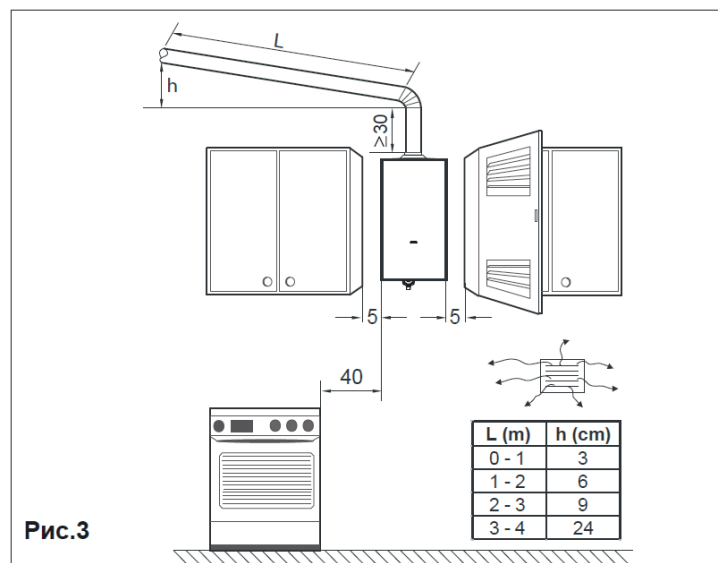

Рис.3
- Для доступа к водонагревателю оставить вокруг него свободное пространство, как показано на рис. 3.
Водонагреватели являются газовым оборудованием типа B11BS, поэтому они оборудованы устройством контроля тяги. При проектировании дымоотвода необходимо соблюдать требования действующих нормативно-правовых актов. Водонагреватель должен соединяться с дымоходом или дымовой трубой посредством дымоотводящего канала. Дымоотводящий канал должен присоединяться к дымоходу или дымовой трубе в том же помещении, где установлен водонагреватель, в крайнем случае — в смежном с ним. Материал дымоотводящего канала должен обеспечивать плотность стыков и устойчивость к механическим и тепловым нагрузкам, а также воздействию дымовых газов и конденсата. При любых внешних условиях температура в любой точке дымового канала должна быть выше точки росы. При монтаже дымоотводящего канала на горизонтальных участках необходимо обеспечить уклон вверх на 3 градуса (см. рис.3). Диаметр дымовой трубы должен быть не меньше диаметра газоотводящего патрубка прибора. Минимальная вертикальная длина дымохода от газоотводящего патрубка прибора должна быть не менее двукратного значения диаметра дымовой трубы (например, при трубе Ø 110 мм минимальная вертикальная длина дымохода составит  $\varnothing 110 \text{ мм} \times 2 = 220 \text{ мм}$ ). Приборы оснащены датчиком тяги. Отсутствие тяги приводит к отключению прибора. Для корректной работы прибора перепад давления на входе в дымоход должен быть не менее 3 Па (нормальная тяга). При перепаде давления от 1 до 3 Па (неудовлетворительная тяга) убедиться в отсутствии утечек дымовых газов в помещение. Для этого необходимо поднести охлажденное зеркальце к вытяжке